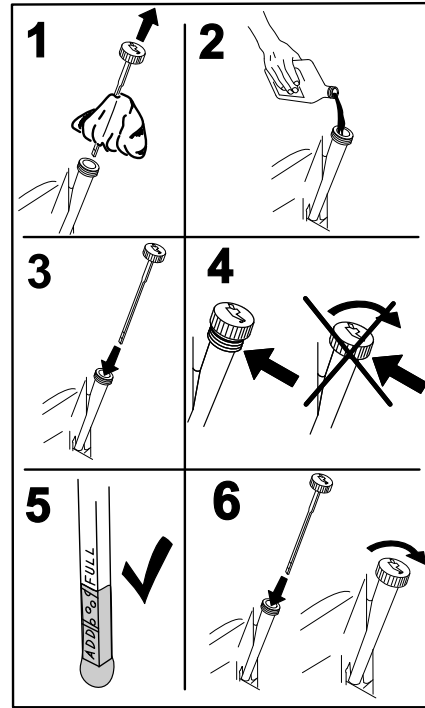

Figure 32
4. Versez lentement environ 80 % de l'huile spécifiée dans le tube de remplissage, puis faites l'appoint lentement jusqu'à ce que le niveau atteigne le repère maximum (Full) (Figure 32).